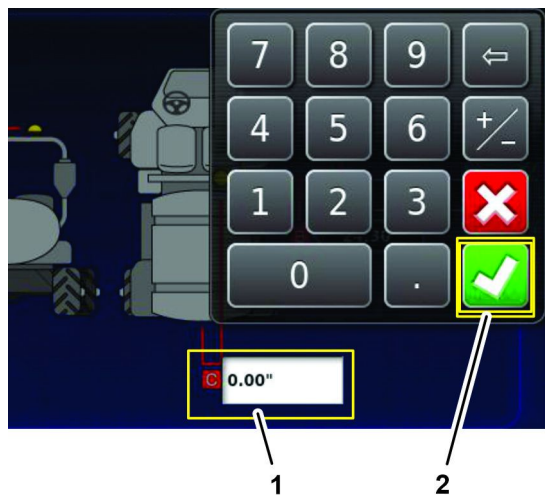

図 191
3. 車両中心線と受信機中心アイコンCを押し、画面内キーパッドを使って、車両の寸法測定 \(ページ 81\)の車両形状用紙にメモした数値を入力して承認アイコンを押す 図 191。